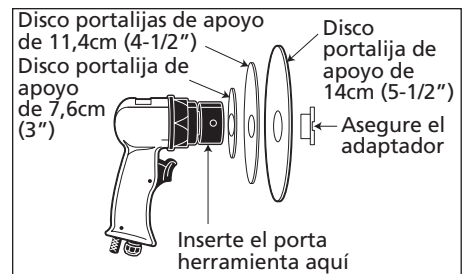

Figura 2
Se recomienda utilizar discos de resina de 7,6cm (3") o 15,2cm (6") con soportes no adhesivos. Los discos deben tener centros punzonados con un diámetro de 22,2mm (7/8") para un acoplamiento adecuado. Para lograr un mejor respaldo cuando utilice discos de más de 7,6cm (3"), emplee todos los discos portaliijas del mismo tamaño o más pequeños que el disco de resina (Véase figura 2). Para instalar el disco de resina, siga los procedimientos señalados.
1. Monte los discos portaliija de apoyo tal como se muestra en la Figura 2. Asegúrese que el centro hendido de los discos estén orientados hacia la lijadora.
3. Ajuste con la mano el seguro del adaptador, luego inserte la herramienta en el agujero tal como se muestra en la Figura 2. Inserte un destornillador grande en la ranura sobre el seguro del adaptador y ajústelo firmemente.